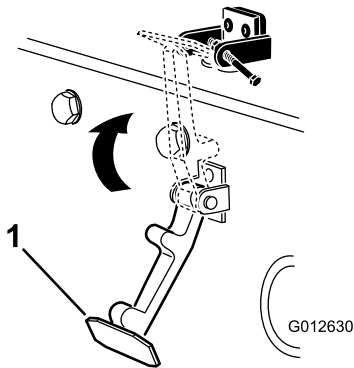

**Figura 6**
4. Alinee los taladros de montaje y posicione el cierre de seguridad para CE y el enganche del cierre sobre el capó (Figura 6).
6. Remache el seguro de cierre, el cerradero y las arandelas al capó (Figura 6).